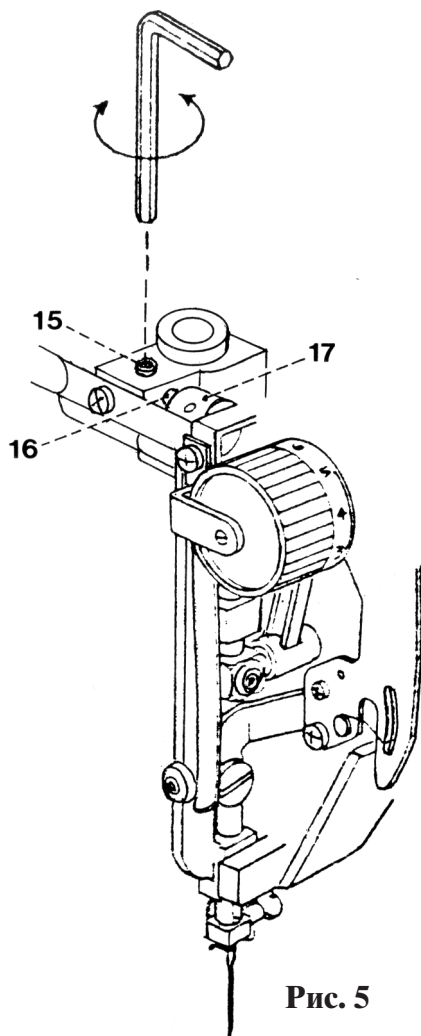

Рис. 5
Расстояние между задним краем иглы и задним краем прорези в игольной пластинке должно составлять 0,2 мм (рис. 5а).
- Установить регулятор на прямой стежок и положение стежка “слева” (рис. 5с).
- Ослабить винт 15 при помощи гаечного ключа с внутренним шестигранником размером 2,5 мм (рис. 5).